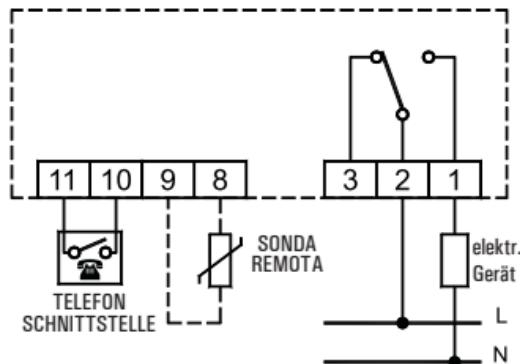

Abb. 3
3. Stellen Sie die elektrische Verbindung her (z. Bsp. zum Schalteneines Antriebes, etc.), siehe Abb. 3.